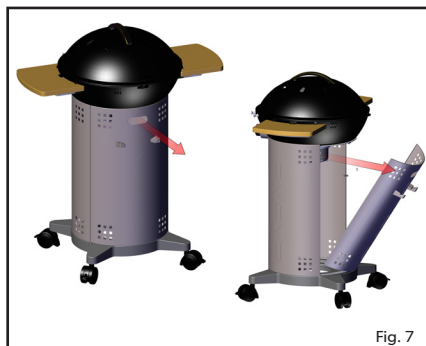
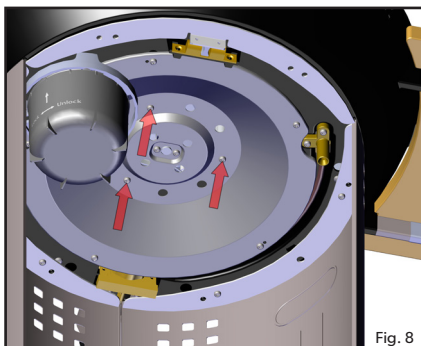
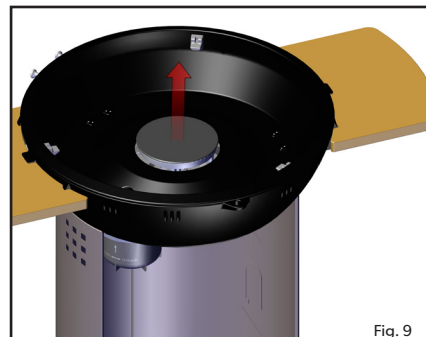
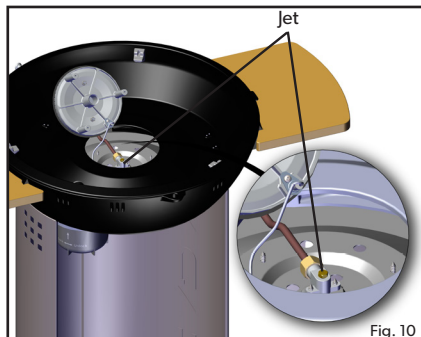

Fig. 7
Fig. 8
Fig. 9
Fig. 10
- **Skifte ut dysen:** Trekk ut bakplaten med håndtaket (fig. 7). Fjern lokket, grillristen, gryteholderen og eventuelle andre løse deler fra grillen. Skru løs de 3 skruene fra undersiden av grillen (fig. 8) slik at brenneren løsner. Løft brenneren forsiktig ut (fig. 9). Vær oppmerksom på at brenneren er festet til ledningen til piezotenneren. IKKE rykk brenneren hardt ut, da risikerer du at ledningen til piezotenningen rives over. Legg brenneren forsiktig til side slik at dysen (fig. 10) blir tilgjengelig. Dysen kan nå fjernes med en egnet skrunøkkel. Dysen kan nå fjernes med en egnet skrunøkkel. Ikke bruk tang, for dette kan skade dysen slik at den blir ubrukelig eller ikke lar seg fjerne. Skru den nye dysen inn i ventilen. Ikke stram for hardt, for dette kan ødelegge dysen.